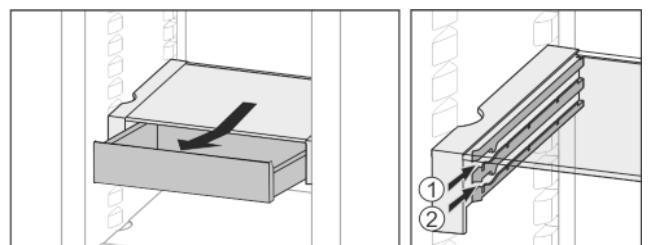

Fig. 21
- Työnnä se haluamallasi korkeudelle Fig. 21 (1) tai Fig. 21 (2).